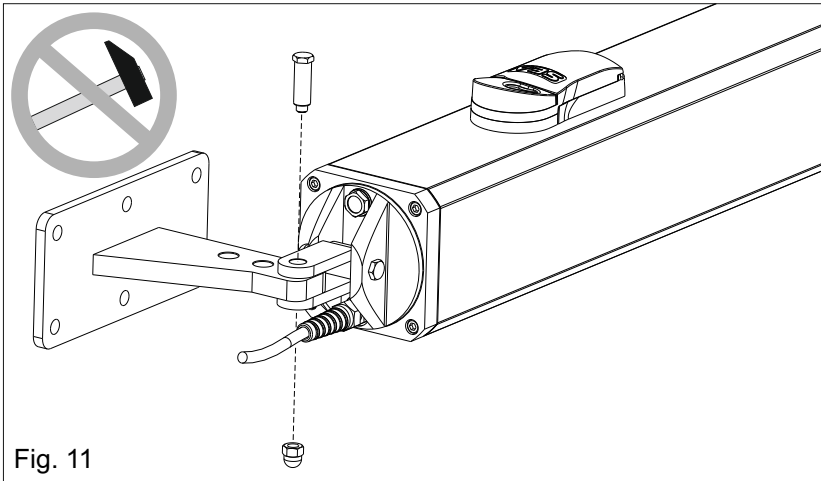

Fig. 11
- Fixer la fourche oscillante comme dans la Fig. 11